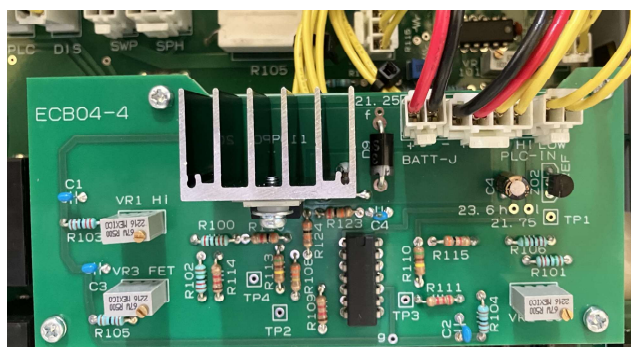

図3バッテリーコネクタ挿入写真
- ① 電源スイッチが OFF の状態で、商用電源が供給されていることを確認する。
- ② バッテリーコネクタの4Pプラグを差し込みプラグが抜けないことを確認する。(図3参照)
- ③ 電源スイッチを ON にする。